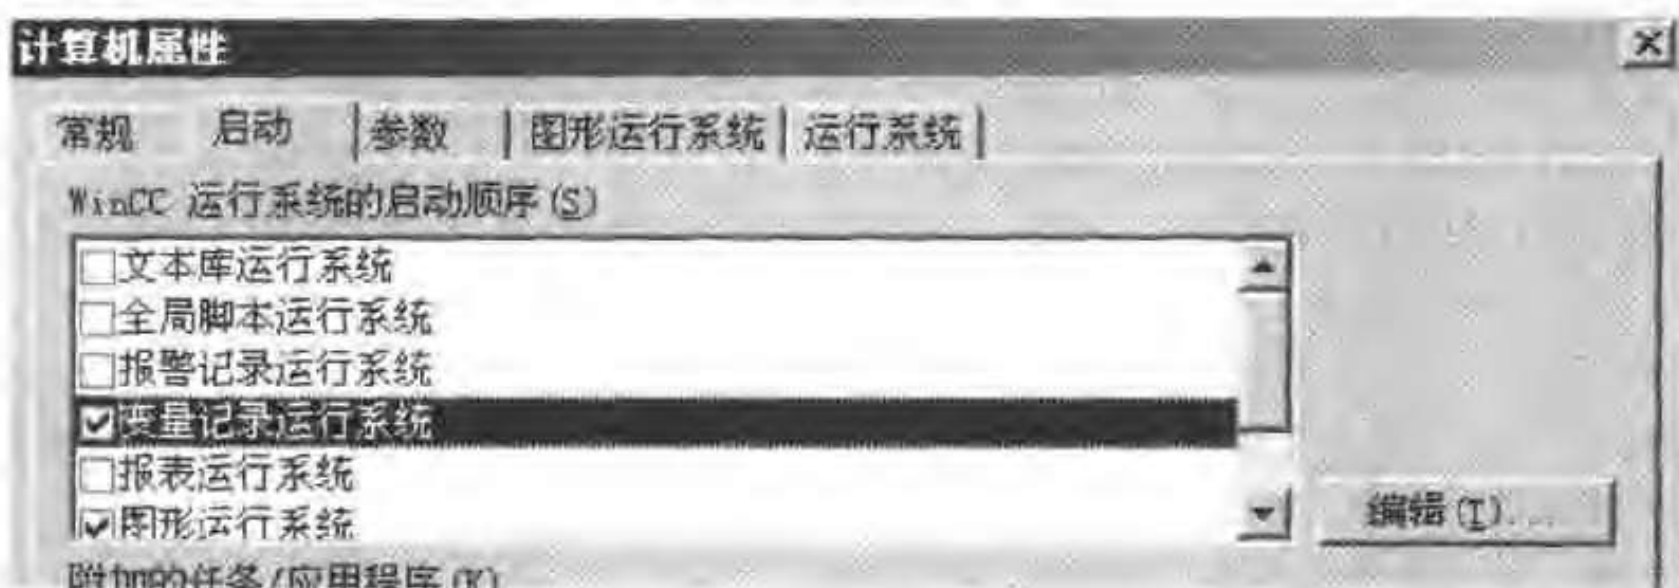

图 9-16 计算机“启动”设置对话框
- 在快捷菜单中选择“属性”菜单项, 打开“计算机属性”对话框, 如图 9-16 所示。